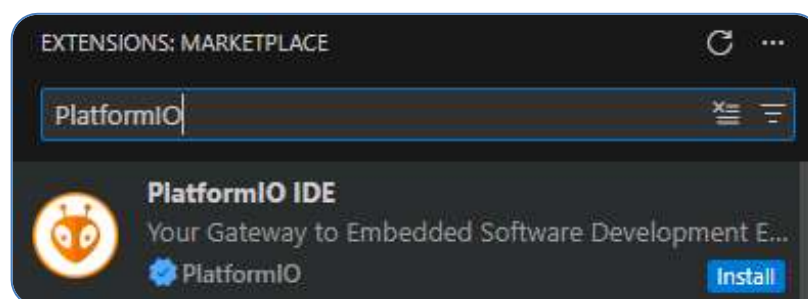

Рис. 1.9. Розширення PlatformIO
- c. У рядку пошуку введіть «**PlatformIO IDE**», знайдіть його в списку та натисніть кнопку **Install** (рис. 1.9).